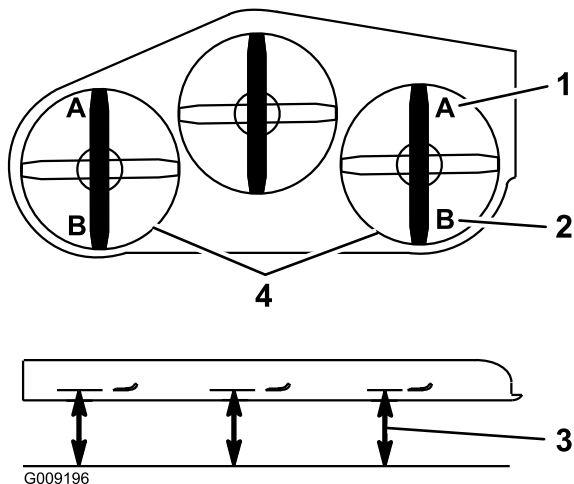

Figura 93
- 9. Em ambos os lados da plataforma, meça do nível da superfície até à ponta dianteira da lâmina (posição A). A medida obtida deve ser 7,6 mm (Figura 93).
15. Em ambos os lados da plataforma, meça do nível da superfície até à ponta traseira da lâmina (posição B). A medida obtida deve ser 8,3 cm (Figura 93).